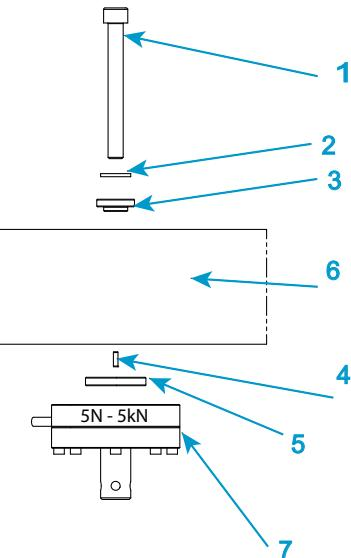

図17. 2530 シリーズのロードセルの取り付け - 容量 5 N ~ 5 kN
説明 図 17
1. 80 ページの図 17 とそれに関連する説明文を参照してください。